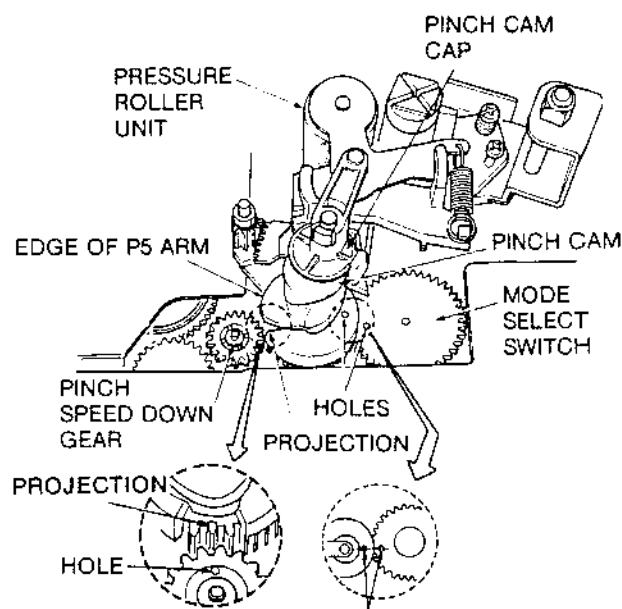

Fig.4-12
- Die Andruckrollennocke Pos. 51(1) so montieren, daß der Rand des Arms P5 in den Spalt der Druckrollennocke kommt und der hervorstehende Teil der Andruckrollennocke genau auf einer Linie mit dem Loch im Übersetzungszahnrad liegt. Das Loch im Stellungsschalter Pos. 55(1) liegt jetzt genau auf einer Linie mit dem Loch in der Andruckrollennocke, wie in Fig. 4-12 angegeben.
Dafür sorgen, dass Heber (R) die richtige Stellung aufweist, wie sie in Fig. 4-12 enthalten ist.